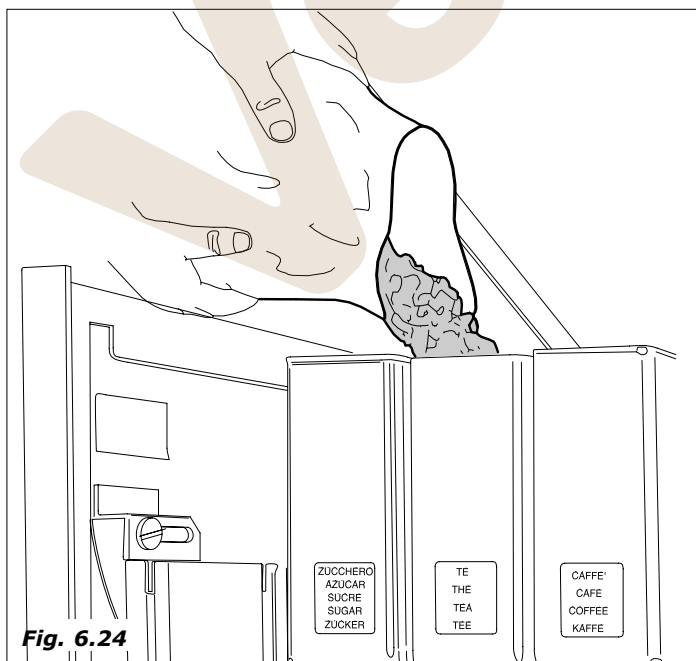
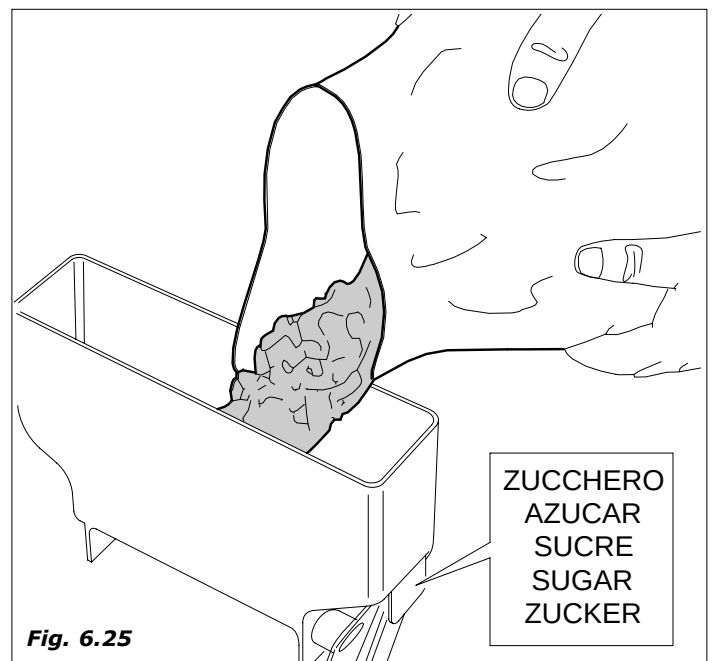

Fig. 6.24
Fig. 6.25
- Quitar la tapa de todos los contenedores y colocar el producto adecuado según muestra el rótulo (Fig.6.24 - Fig.6.25)